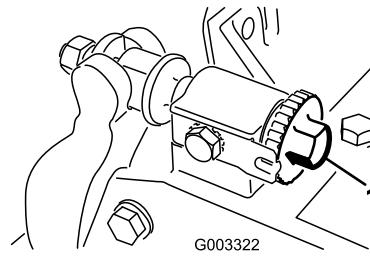

Bild 7
- A. Drehen Sie die Einstellschrauben des Untermesserträgers um jeweils eine Kerbe nach rechts (**Bild 7**), bis Sie leichten Kontakt spüren und hören.